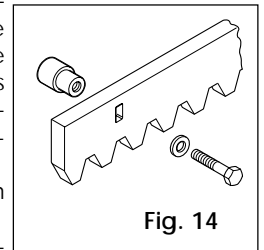

Fig. 14
4.4.1. CRÉMAILLÈRE EN ACIER À SOUDER (Fig. 14)